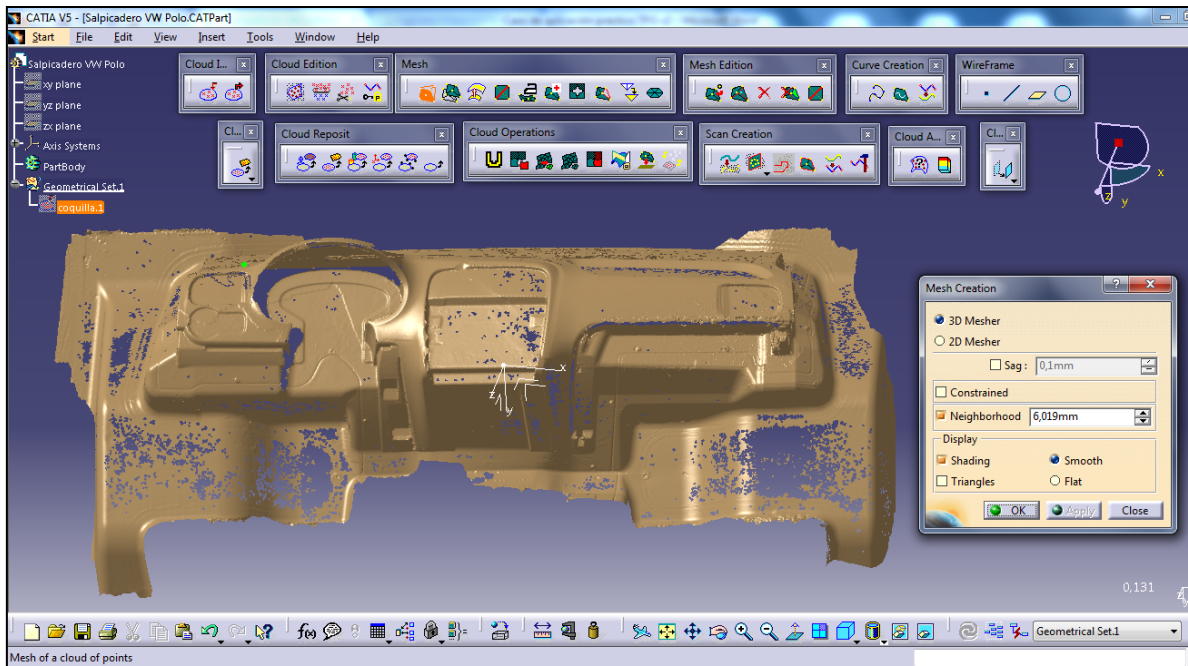

Figura 5.8: Mallado de la nube de puntos de la coquilla con huecos debido a que el valor propuesto por CATIA V5 es un valor reducido.
- *Neighborhood*: permite definir la distancia máxima entre los puntos para crear un triángulo. Se debe llegar a un compromiso en esta opción. Un elevado número crea muchos triángulos erróneos y unas zonas que deben estar aisladas (figura 5.9). Un número reducido deja muchos huecos en el mallado (figura 5.8). CATIA V5 propone un valor por defecto que consiste en la distancia media entre puntos. En este caso el valor por defecto es 6.019 mm y como se puede observar (figura 5.8) es un valor reducido. Por ello, se ha decidido elegir el valor de *Neighborhood* igual a 20 mm.